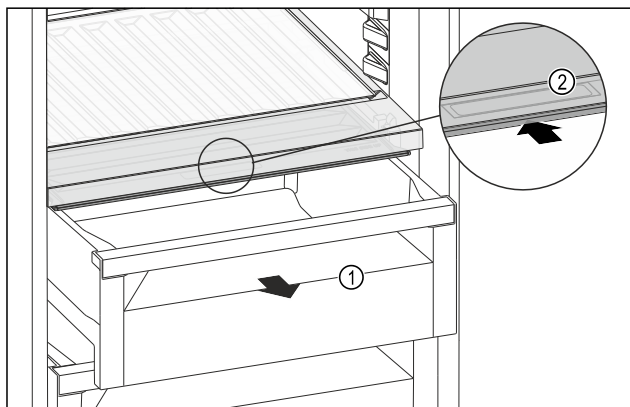

Fig. 123
- ▶ Vytiahnite zásuvku Fig. 123 (1).
- ▶ Uchopte priehlbínu na rukoväť Fig. 123 (2) na veko zásuvky a súčasne tlačte veko zásuvky dozadu.